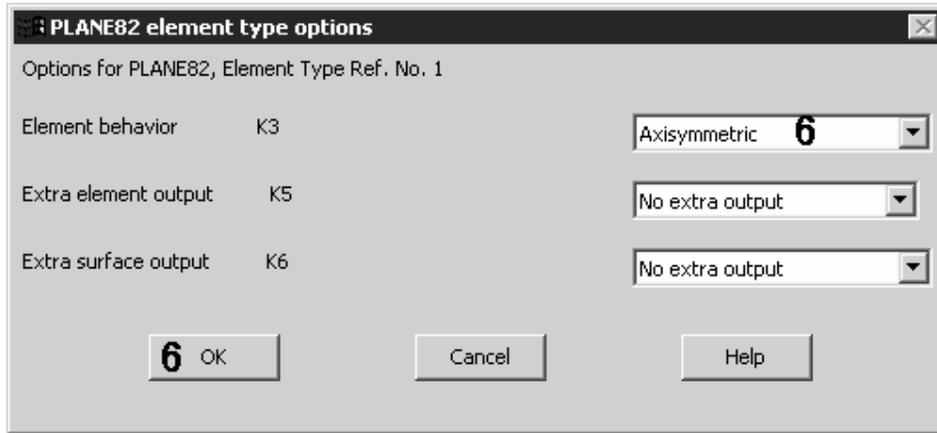

图 12.36 设置单元轴对称属性
5. 将单元设置为轴对称单元。选取菜单路径 Main Menu | Preprocessor | Element Type | Add/Edit/Delete, 将弹出单元类型定义(Element Types)对话框。单击对话框中的  按钮, 弹出 PLANE82 element type options (单元 PLANE82 的选项) 对话框, 如图 12.36 所示。